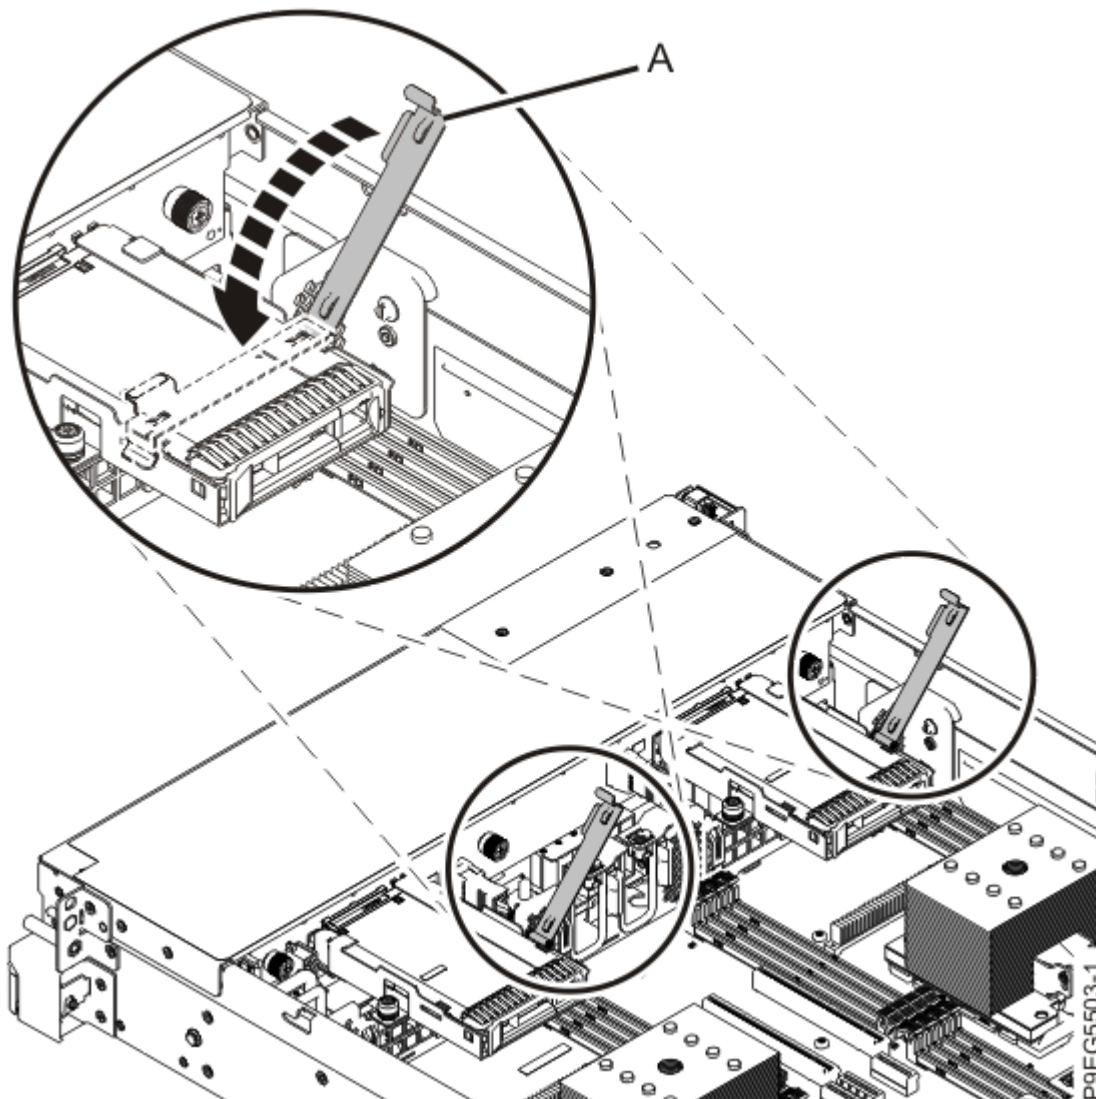

図 24. ドライブ・ホルダーのクローズ
e) ドライブの上のドライブ・ホルダー **(A)** を閉じます (26 ページの図 24 を参照)。